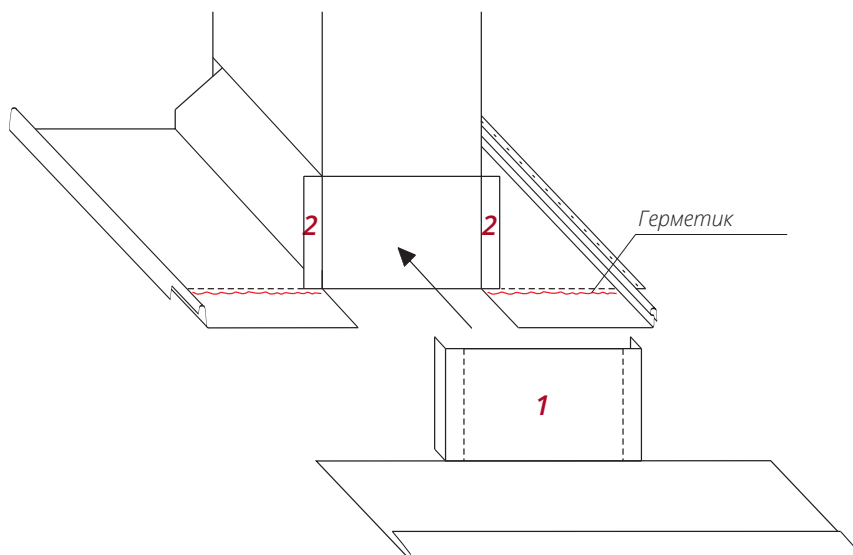

Рис. 9
- Соедините Планку примыкания верхнюю 1 одинарным фальцем к отгибам на панелях 2 (рис. 9).